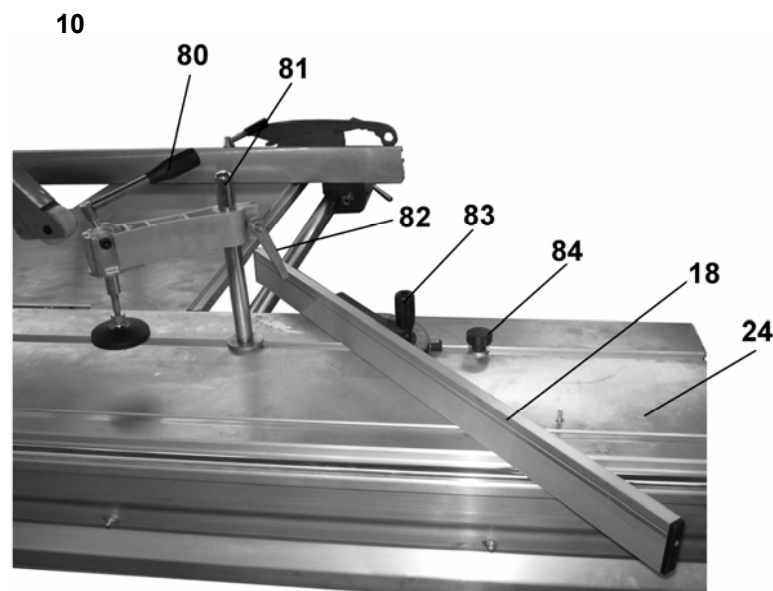

Рис. 21
8.8. Установка углового упора и струбины, Рис. 21
8.8.1. Как показано на Рис.21, в паз стола каретки (24) установите и закрепите стойку струбины (81). Для регулировки по высоте ослабьте ручку фиксации (82). Фиксация заготовки производится ручкой эксцентрика (80). Для получения стабильных результатов необходимо надёжно закреплять заготовку на столе каретки (24).